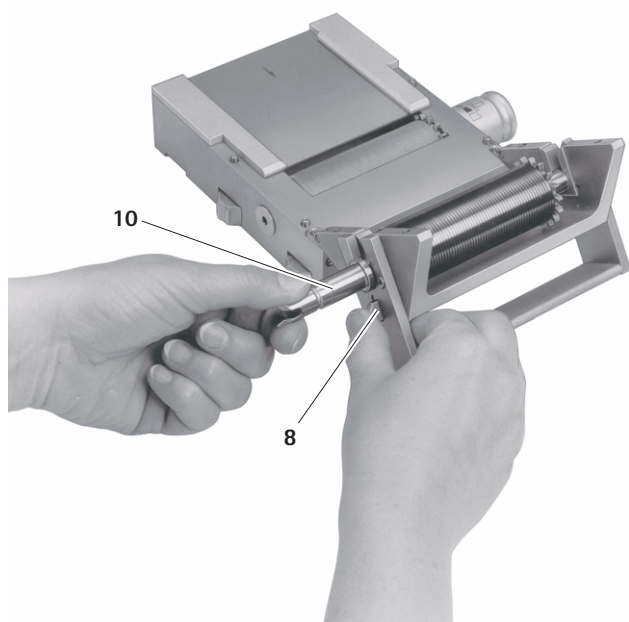

Рис. 3
- Удерживать задвижку 8 нажатой и одновременно потянуть за хвостовик 10 для отсоединения режущего вала 2, см. Рис. 3.
- Вжать режущий вал 2 за хвостовик 10 в опоры 20 до фиксации, см. Рис. 3.